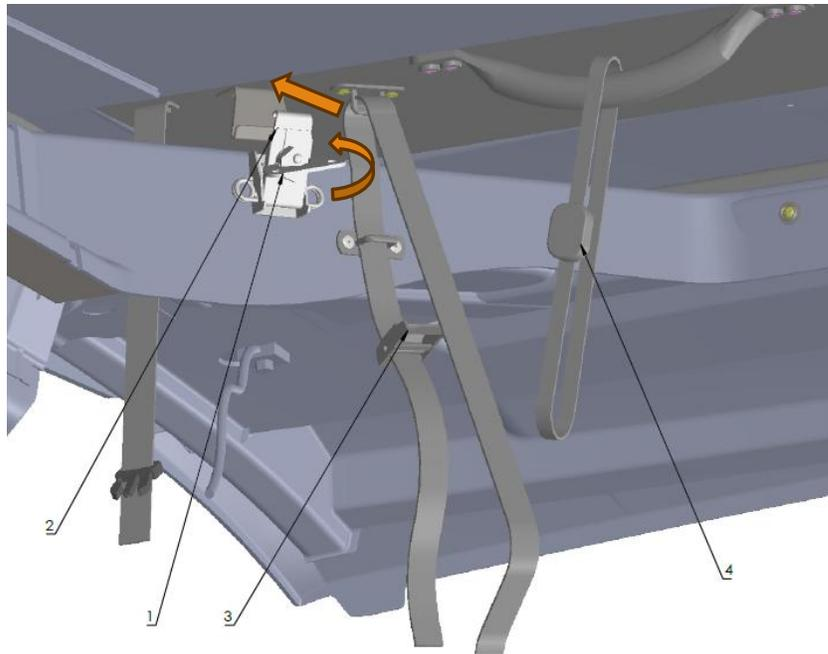

Abb. 6
- Zuerst die Sicherungsgurte mit viel Kraft anziehen und festziehen ( **Abb. 6, 3** ), dann die Butterfly-Verschlüsse schließen und verriegeln ( **Abb. 6, 1** )